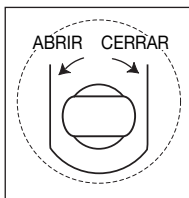

Fig. 2 - Válvula de alivio
4. Con el extremo rectangular de la palanca de la bomba, gire el vástago de la válvula de alivio en sentido antihorario para abrir la válvula (no gire más de dos vueltas). Véase la Fig. 2.